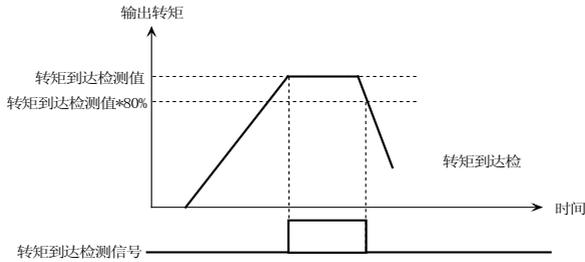

图 5-3-11 转矩到达检测
- ◆ 在转矩大于或等于该值时，端子输出有效，小于或等于该值的80%时端子输出无效，如图5-3-11所示。